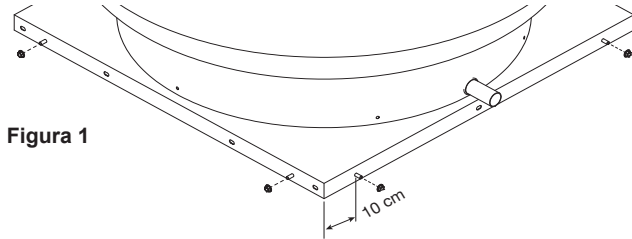

Figura 1
1. Antes de colocar la unidad en la parte superior de la base de montaje y montar este juego, instale los remaches soldados de 5/16 pulg.-18 x 3/4 pulg. L en los orificios de la tapa de la base de montaje, aproximadamente a 10 cm de las esquinas, ocho en total. **Consulte la Figura 1.**